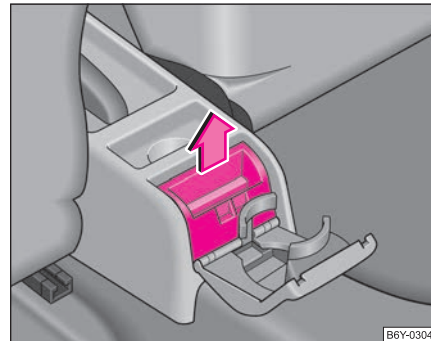

Fig. 71 Consola central: Cenicero trasero
- Levantar la tapa del cenicero y sacar el suplemento de cenicero hacia arriba en el sentido de la flecha ⇒ fig. 71.